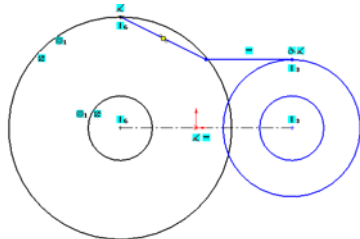

图 2-75 绘制直线
⑥ 选择菜单栏中的“工具”→“草图绘制实体”→“直线”命令，或者选择“草图”工具栏中的按钮，沿着 R80 的圆顶部绘制切线，设定长度为 100，然后连接 R130 的圆顶端端点，如图 2-75 所示：